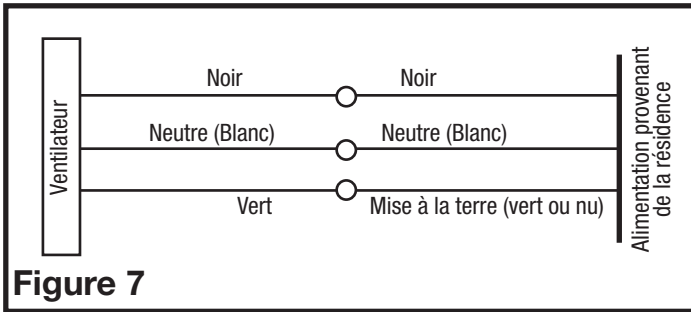

Figure 7
2. De là où vous avez accès à l'intérieur de la boîte de jonction du ventilateur, connecter le fil Blanc provenant de la résidence au fil Blanc du réceptacle du ventilateur. Connecter le fil Noir de l'interrupteur mural au fil Noir du réceptacle du ventilateur. Connecter le fil de mise à la terre provenant de la résidence au fil Vert du réceptacle du ventilateur (Figure 7). Utiliser des méthodes approuvées pour toutes les connexions.